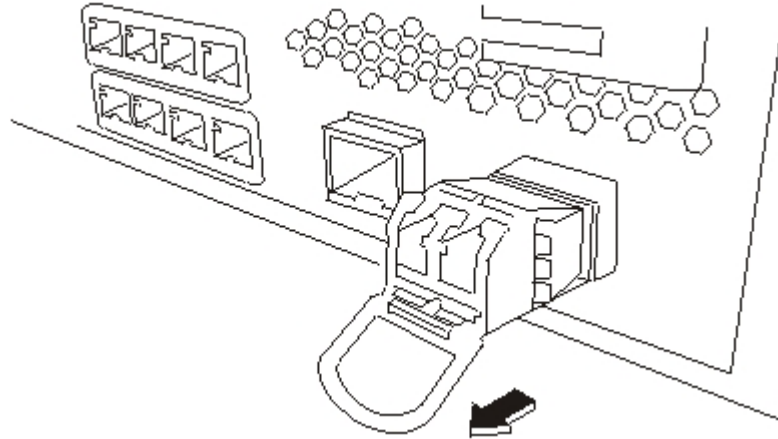

Figura 19. Removendo o Transceptor SFP
- Puxe para baixo a trava azul na parte frontal do transceptor, conforme mostrado na Figura 19.